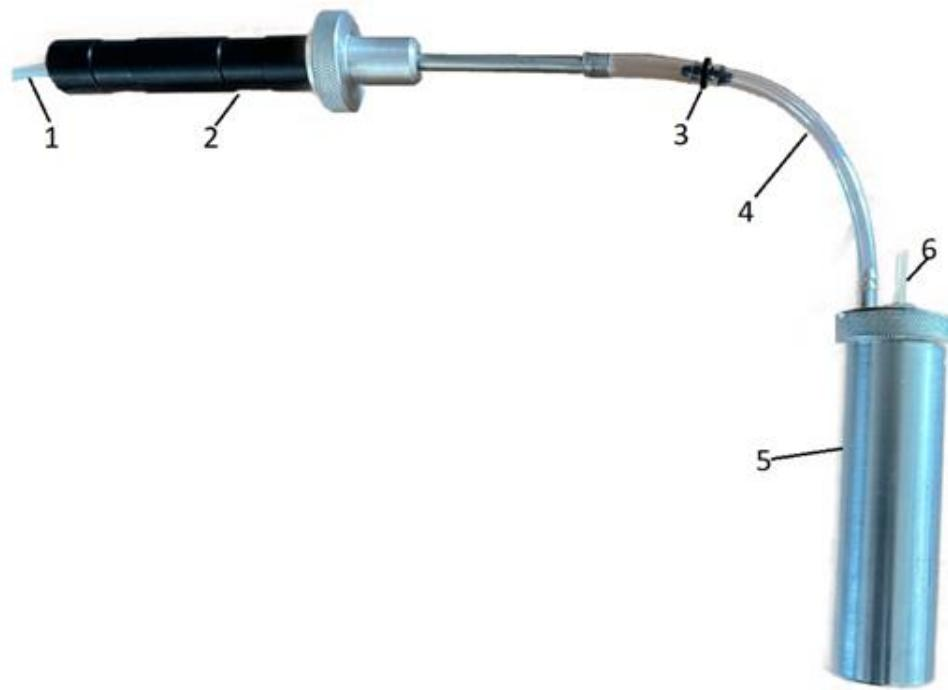

Рис. 1. Схема соединения пробоотборника устройством проверки работоспособности
2.2 Соединить пробоотборник с устройством (рис. 1). Для соединения трубы ПВХ 4 устройства со штуцером переходником 3 можно использовать фторопластовую трубку 4х2 мм, установленную в трубку ПВХ (на рис. не показана, входит в ЗИП).